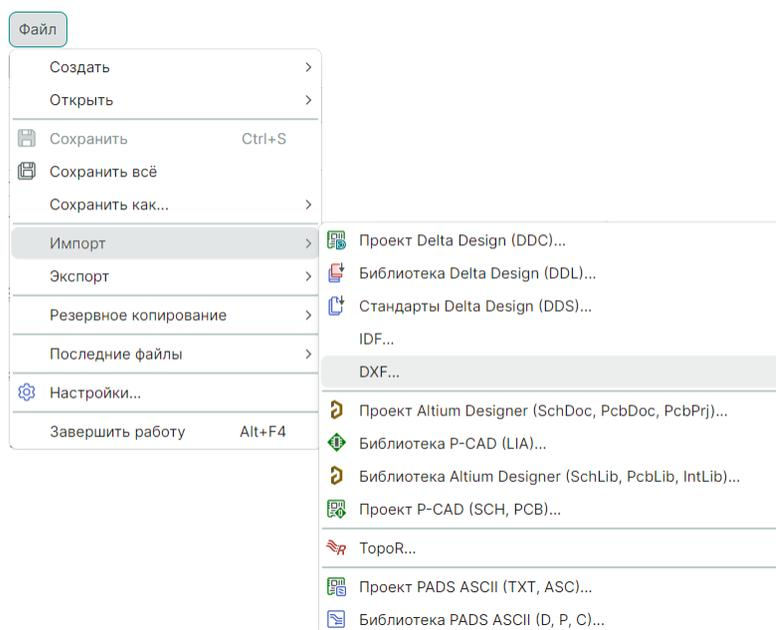

Рис. 89 Вызов импорта из главного меню
2. Используйте раздел главного меню «Файл» → «Импорт» → «DXF», см. Рис. 89.